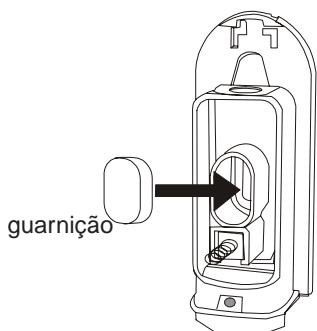

Fig.4
- Fixar (com os parafusos apropriados) os bloqueios intermediários tomando cuidado para permitir a rotação da aleta de bloqueio (ver fig. 4)